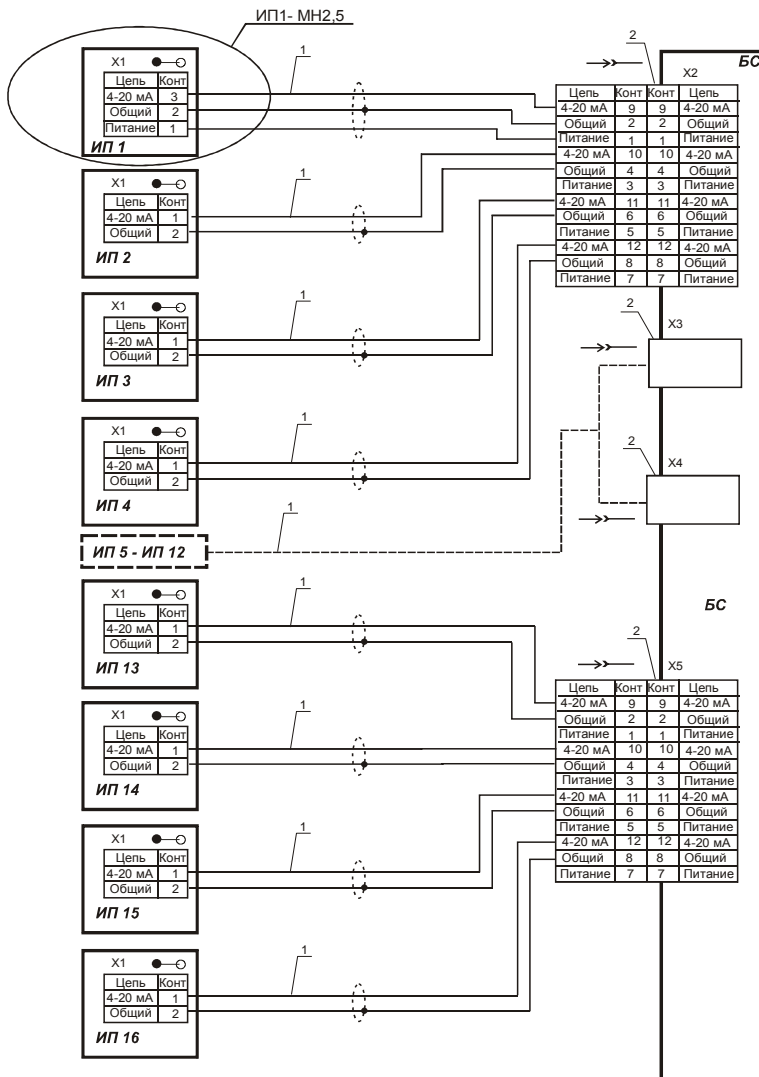

РИС. 6
2. Соедините разъем X1/РК-4 с разъемом X2/БС (X3/БС, X4/БС, X5/БС, см. рис. 6 РЭ) с помощью кабеля соединительного. Используя розетку кабельную 2РМ24КПН19Г1В1, изготовьте кабель для подключения к разъему X3/РК-4 устройства для измерения токового сигнала 4-20 мА.